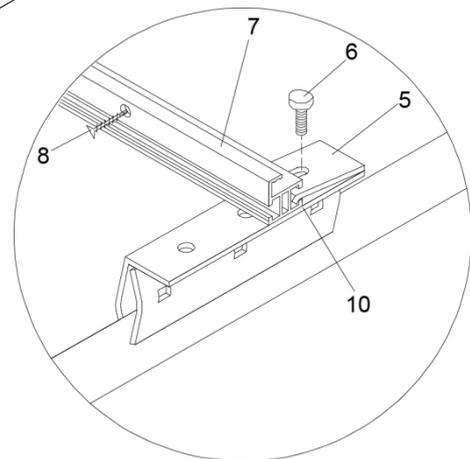

Abb.3
- Fixieren Sie das Befestigungsprofil (7) unten mittels Spannklemmen (5), Torband-Schrauben M8 (6) und Sperrzahn-Mutter (10) an den unteren Blechfalzklemmen (Abb.3).
- Legen Sie die Kollektoren auf das untere Befestigungsprofil (7). Schieben Sie das obere Befestigungsprofil in die am Kollektor eingearbeitete Nut.
- Befestigen Sie jeden Kollektor mittels Bohrschrauben (8) unten und oben durch die vorgesehenen Löcher des Befestigungsprofils (Abb.3).
- Abschließend befestigen Sie das obere Befestigungsprofil (7) mittels Spannklemmen (5), Torband-Schrauben M8 (6) und Sperrzahn-Mutter (10) an den oberen Blechfalzklemmen.